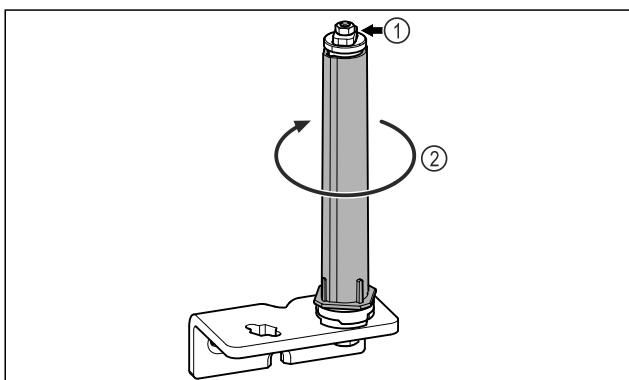

Fig. 29
- ▶ Не разглеждайте затварящата система на вратата Fig. 29 (1).
- ▶ Въртете затварящата система Fig. 29 (2), докато тя щракне.